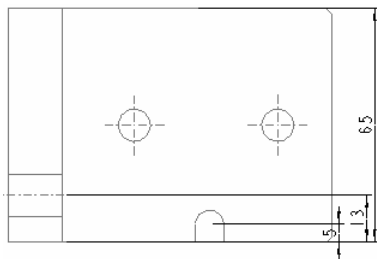
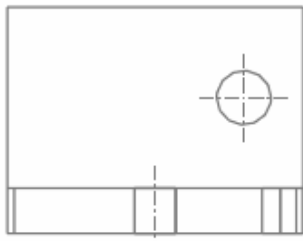

图 10.11.17 显示尺寸及中心线
图 10.11.18 显示中心线
Step2. 按照同样的方法在俯视图和左视图上创建的模型注释如图 10.11.17 和图 10.11.18 所示。